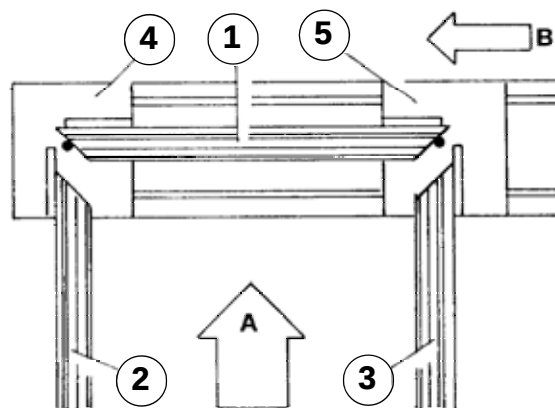
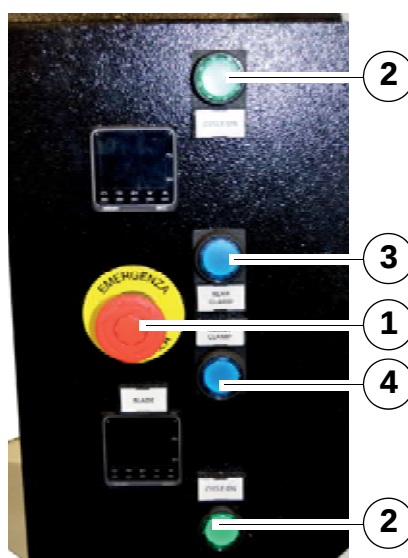
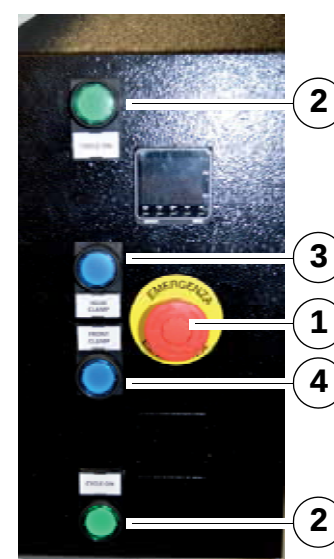

Fig. 13
Fig. 11
Fig. 12
Appuyez indifféremment sur le bouton-poussoir (fig.11 détail 3 ou fig.12 détail 2) de **«DESCENTE GROUPES PRESSEURS ARRIÈRE»**.
Les groupes presseurs arrière s'abaissent, bloquent le profil, et les boutons-poussoirs (fig.11 détail 3 et fig.12 détail 4) restent éclairés.
Au cas où un blocage incorrect du profil se produirait, vous pouvez, en appuyant sur ces mêmes boutons-poussoirs (fig.11 détail 3 ou fig.12 détail 4), lever les groupes presseurs pour repositionner le profil.
Les groupes presseurs arrière se lèvent, débloquent le profil, et les boutons-poussoirs (fig.11 détail 3 et fig.12 détail 4) s'éteignent.
Positionnez les profils avant (fig.13 détail 1-2) et appuyez sur les boutons-poussoirs (fig.11 détail 4 et fig.12 détail 3) de **«DESCENTE GROUPES PRESSEURS AVANT»**.
- Premere i pulsanti (fig.11 part.2 o fig.12 part.2) di **START CICLO AUTOMATICO DI SALDATURA** e tenerli premuti finché non è arretrata completamente la piastra riscaldante.